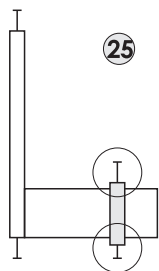

рис. 25
25. Отрегулируйте по высоте нижние опорные подпятники на направляющих ящика (рис.25).
Выкрутите верхние опорные подпятники на направляющих ящика до упора в дно ванны (рис.25).